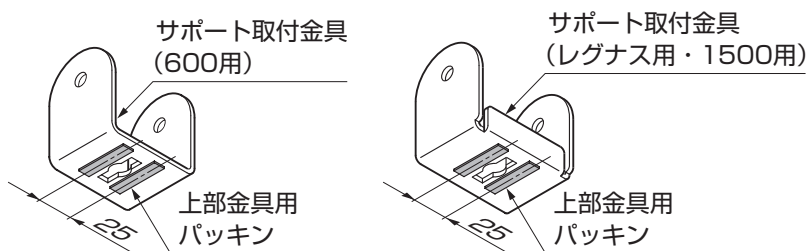

図3-1
- ①上部金具用パッキンをサポート取付金具に貼付けてください。(図3-1参照)
(2) サポート取付金具の取付け
- レグナス用・1500用のサポート取付金具は折り返しがついていますが、折り返し部が前枠側、後枠側どちらでも構いません。(図3-1参照)